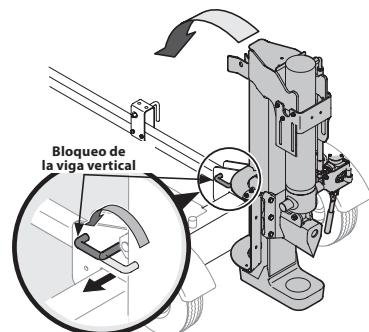

Figura 4
12. Tire hacia afuera del bloqueo de viga vertical, rótelos hacia atrás y gire la viga a la posición horizontal hasta que quede trabada, asegurándose de evitar los posibles puntos de apriete. Vea la Figura 4.